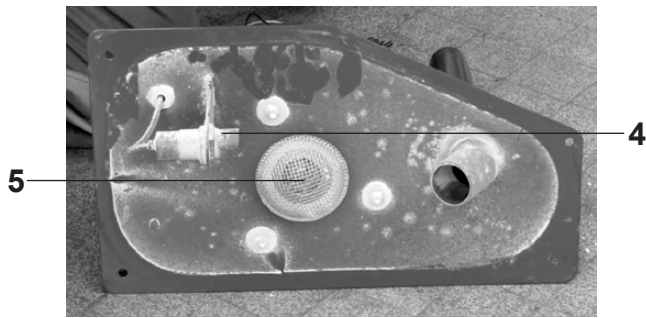

Bild 16
4. Füllstandssensor (4, Bild 16) reinigen und Kabel des Sensors auf Beschädigungen überprüfen.
5. Gitter der Saugturbine (5, Bild 16) reinigen.
7. Das Dichtprofil (3, Bild 16) darf bei Wiedermontage nicht zu stark zusammengedrückt werden, die Flügelmuttern nur handfest anziehen.